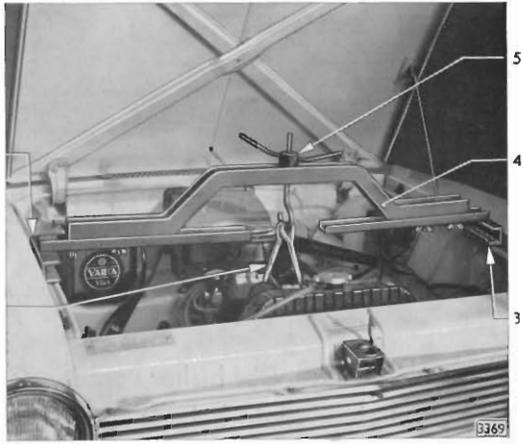

Bild 6 - Motorheber S-1244 auf Radeinbau aufgesetzt
4. Motorheber S-1244 (6/4) auf linken und rechten Radeinbau, wie in Bild 6 gezeigt, aufsetzen.